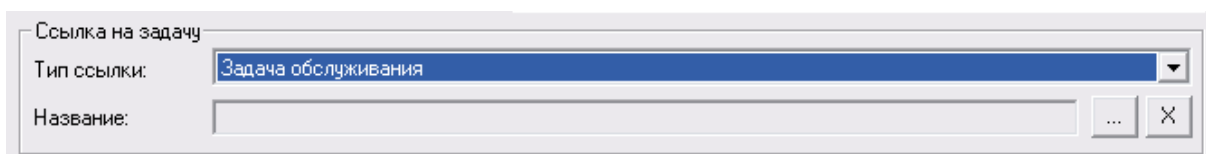

Рис. 2-17
1. В группе полей **Ссылка на задачу** в выпадающем списке **Тип ссылки** выберите «Задача обслуживания» (рис. 2-17).